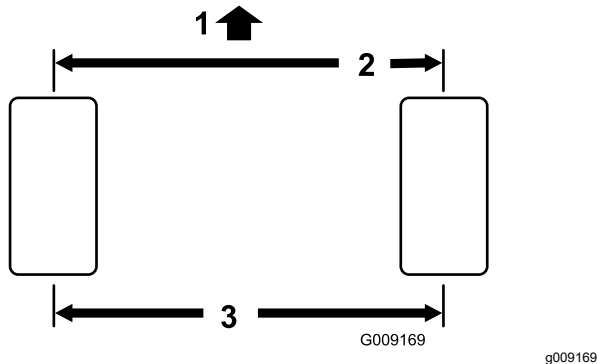

Figura 57
2. Misurate l'interasse (all'altezza dell'assale) sulla parte anteriore e posteriore degli pneumatici di sterzo (Figura 57).